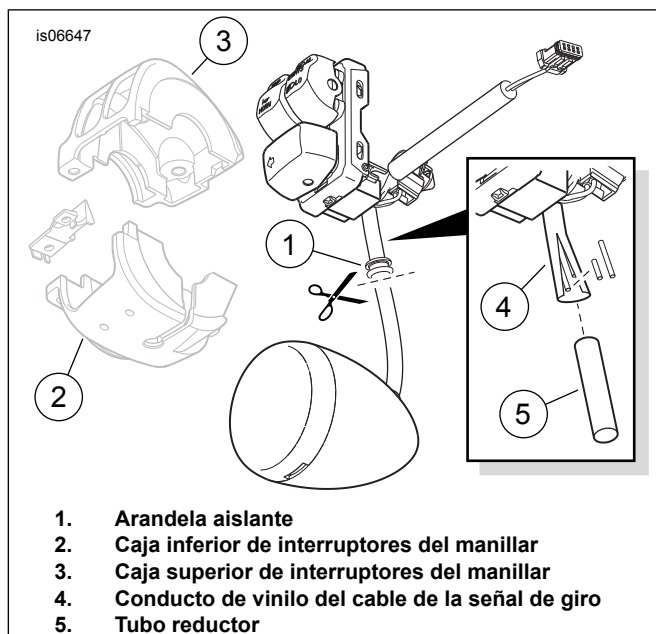

Figura 2. Corte de la señal de giro del conjunto de interruptores
1. Vea Figura 2. En uno de los lados del vehículo, a nivel de la arandela aislante (1), corte los cables de las señales de giro y el conducto que llega hasta el conjunto de las señales de giro en la parte inferior de la caja inferior de interruptores del manillar (2). Deje unas 50–75 mm (2–3 in) de cable en la caja de las señales de giro.